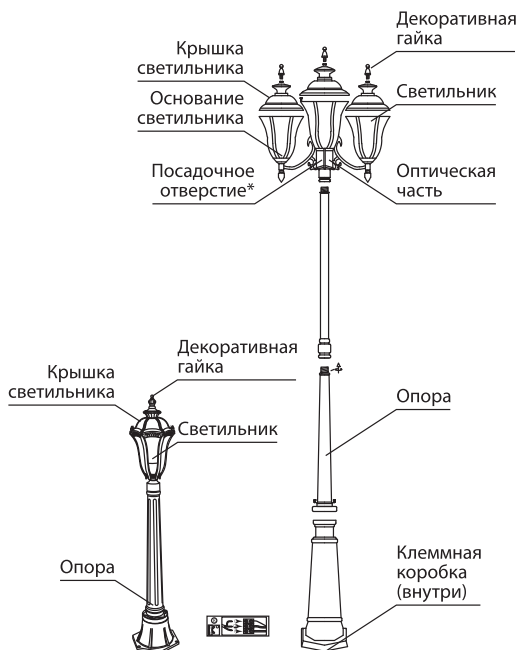

Рисунок 1. Конструкция
6.7. Соединить оптическую часть с опорой (см рисунок 1).